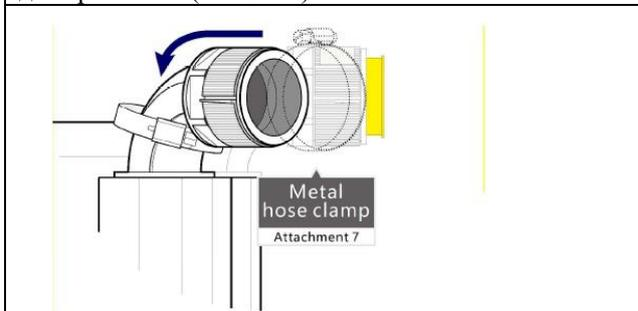

Рис.5.2.1
*Повесьте металлический зажим шланга на колено для крепления (Рис.5.2.1)